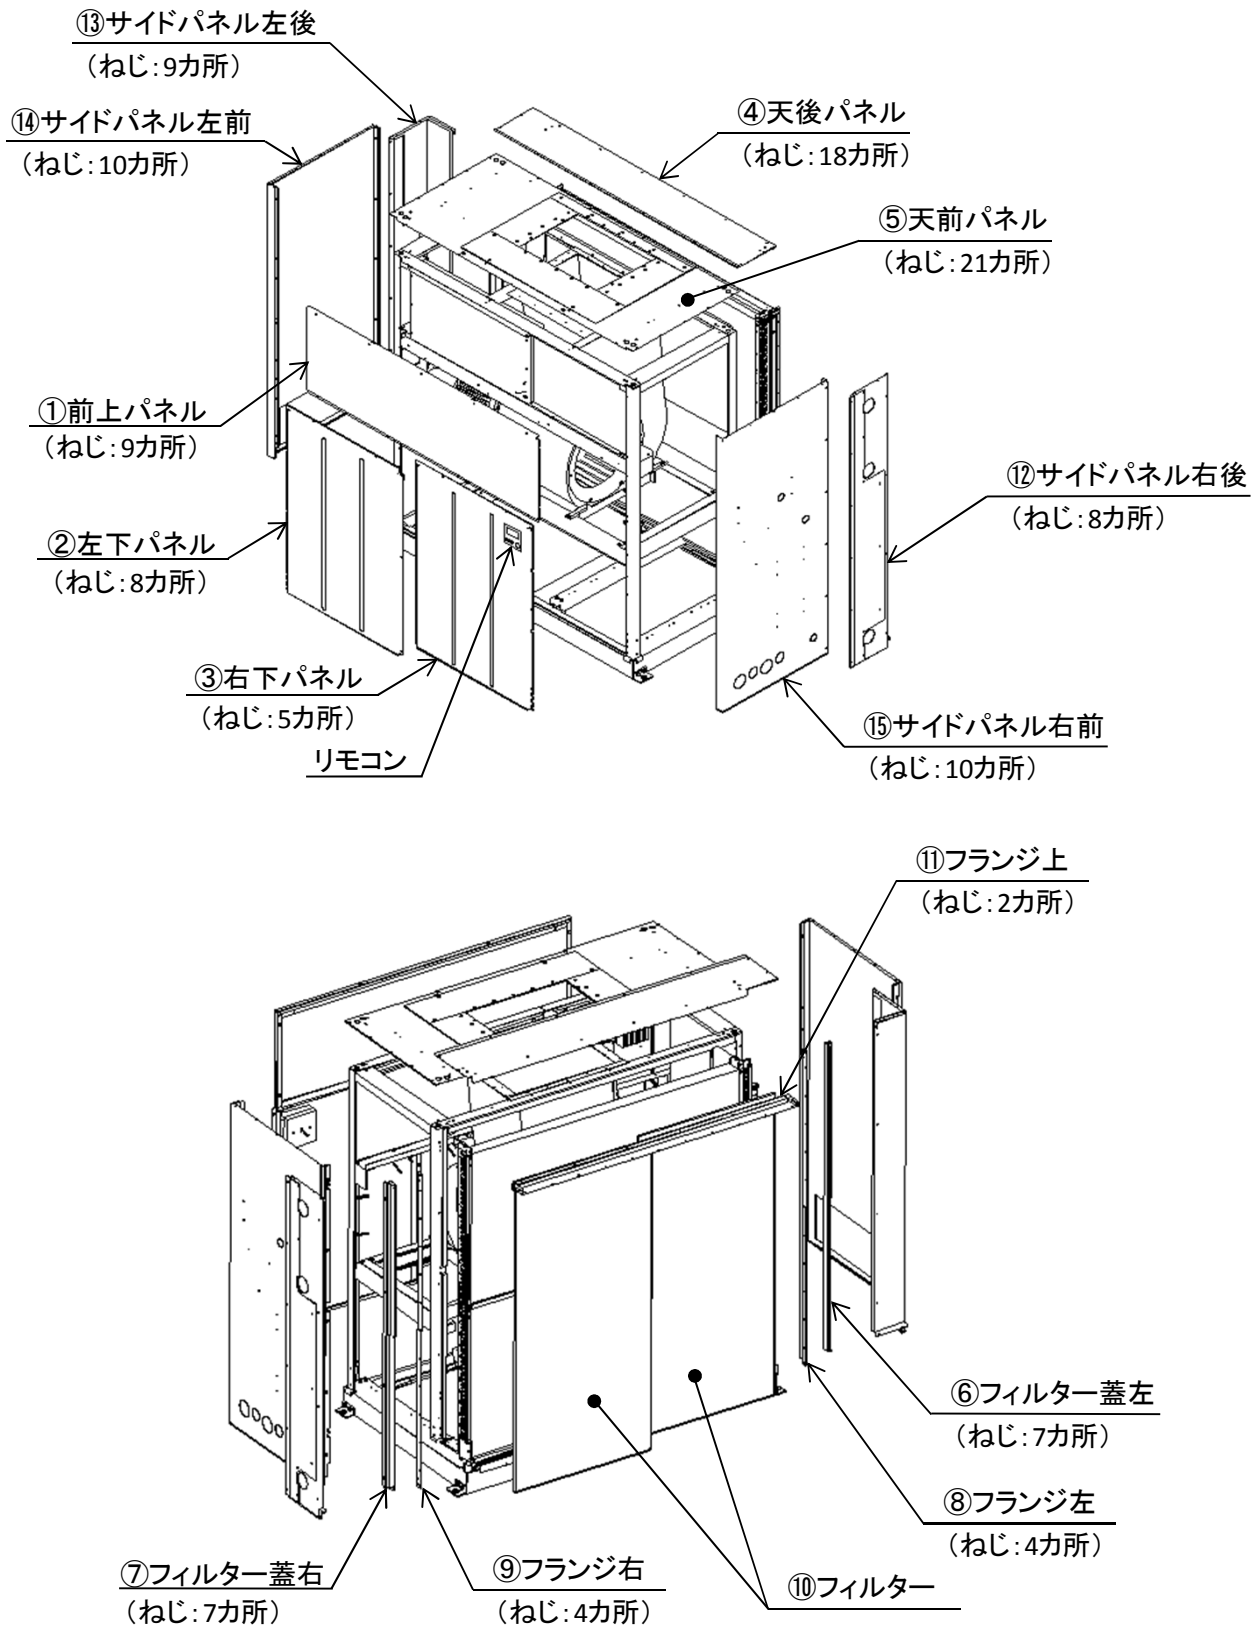

図1.パネル類の取外し
- ・図1に示す番号順(①～⑮)に外装パネルを取外してください。